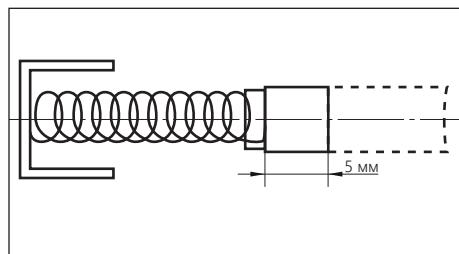

Рисунок 15.
- замените щетку, если пружина повреждена или графитовая поверхность изношена (длина менее 5 мм (рис. 15));